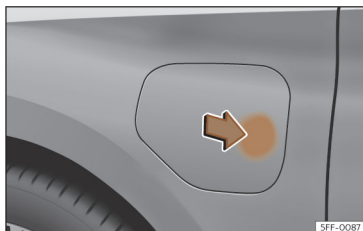

Fig. 62 Abertura da tampa da tomada de carregamento.
- Pressione a tampa da tomada de carregamento da bateria na zona da seta para abri-la >>> **Fig. 62**.